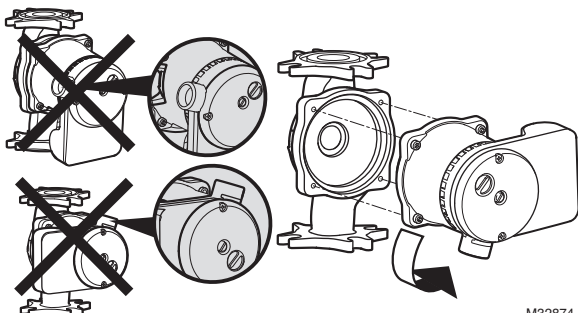

Fig. 7. Cambio de la posición del conducto en la bomba.
- Es recomendable instalar la bomba de manera que la conexión del conducto quede orientada hacia abajo (consulte la Fig. 7).
- Para cambiar el lugar donde el cableado ingresa en la bomba, sostenga el ensamblaje del motor mientras quita los cuatro (4) tornillos del ensamblaje del motor utilizando una llave hexagonal en L de 5/32 in (4mm).